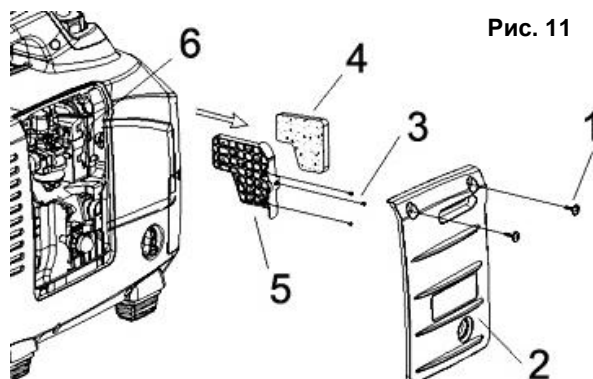

Рис. 11
- Снимите боковую крышку (2), открутив два винта (1) (См. Рис.11).
- Открутите винты крепления картриджа фильтра (3). Выньте картридж (5) из посадочного места (6) (См. Рис.11).
- Выньте губчатый фильтрующий элемент (4) (См. Рис.11), промойте его в теплой воде с мылом, хорошо высушите. Замените новым при необходимости.